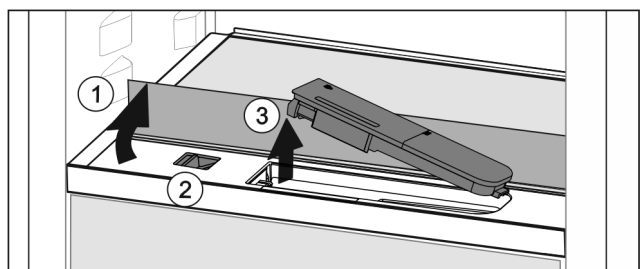

Fig. 48
- ▶ Повдигнете стъклената плоча и я завъртете до ограничителя назад Fig. 48 (1).
- ▶ Преместете плъзгача Fig. 48 (2) наляво.
- ▶ Извадете резервоара за вода Fig. 48 (3).